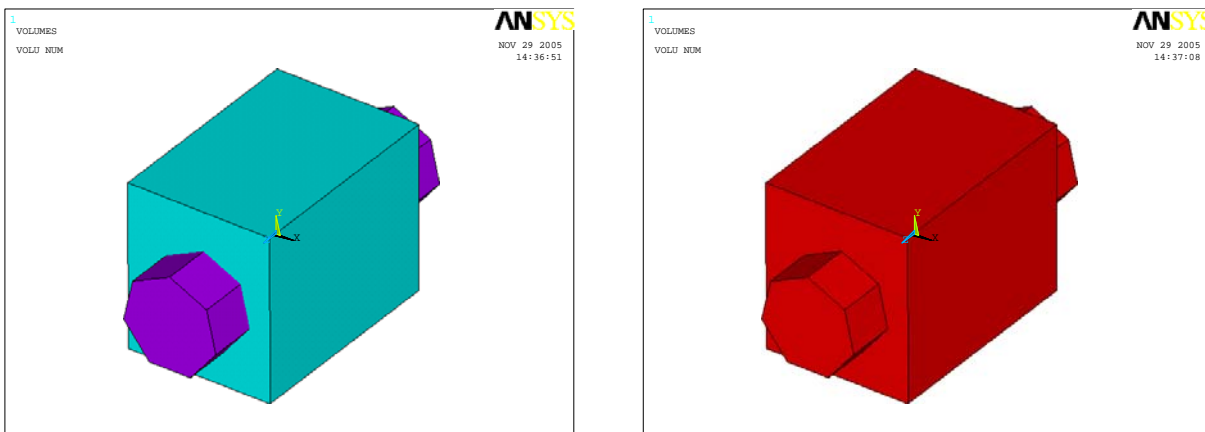

Рис. 1.86
- Підсумовування об'ємів (рис. 1.86):